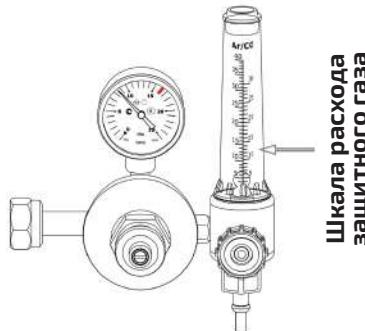

Рис. 9.1.4. Установка расхода газа.
- С помощью регулятора (см. рис. 9.1.4) установите необходимый расход защитного газа (от 4 до 25 л/мин в зависимости от выполняемых задач или см. табл. 10.10.3).